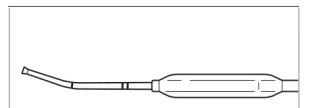

Abbildung 7: Keilbeinbiegung
- **Keilbeinhöhlen:** Zur Behandlung der Keilbeinhöhlenmündung wird eine leichte Biegung (Abbildung 7) empfohlen.